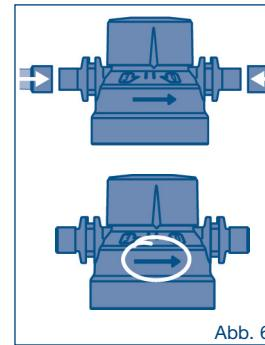

Abb. 6
- Korrekte Fließrichtung beachten (siehe Abb. 6)